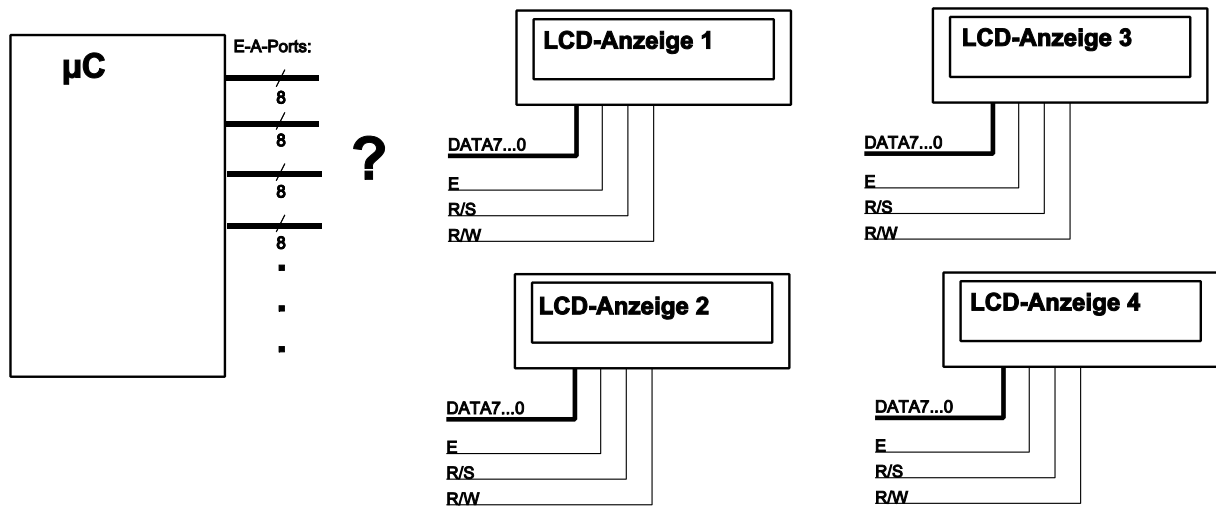

Abb. 1
9. An einen Mikrocontroller sind vier LCD-Anzeigen mit 8-Bit-Schnittstelle anzuschließen (Abb. 1). Skizzieren Sie eine entsprechende Schaltungsanordnung. Wir nehmen an, der Mikrocontroller habe genügend viele universelle E-A-Ports zu jeweils 8 Bits. Versuchen Sie jedoch, einerseits mit möglichst wenigen Anschlüssen auszukommen, andererseits aber zusätzliche externe Schaltmittel zu vermeiden. Elektrische Fragen (Leitungslänge usw.) sollen keine Rolle spielen.